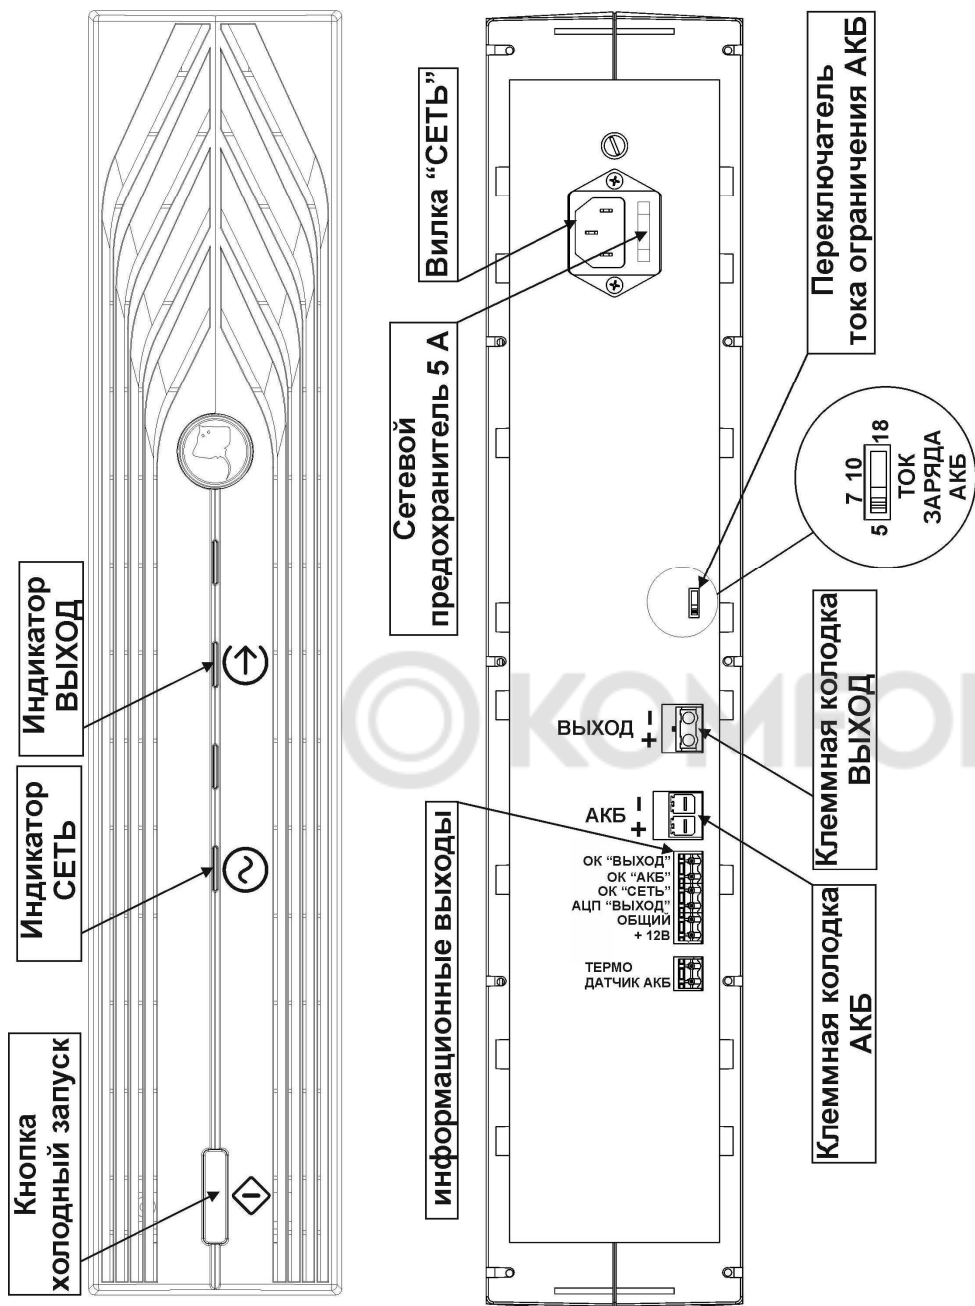

Рисунок 1 - общий вид изделия
Изделие содержит следующие конструктивные элементы (см. рис. 1):
Изделие обеспечивает ограничение тока заряда АКБ. Выбор одного из 4-х значений ограничения тока заряда АКБ осуществляется переключателем (см. рис. 1)
- подключите с соблюдением полярности к клеммам колодки «ВЫХОД» источника питания кабель питания нагрузки (см. рис. 1);
- проверить правильность произведенного монтажа в соответствии с назначением клемм подключения (рис. 1) и схемами подключения (рис. 4-6);
- проверить наличие и исправность сетевого предохранителя (см. рисунок 1);